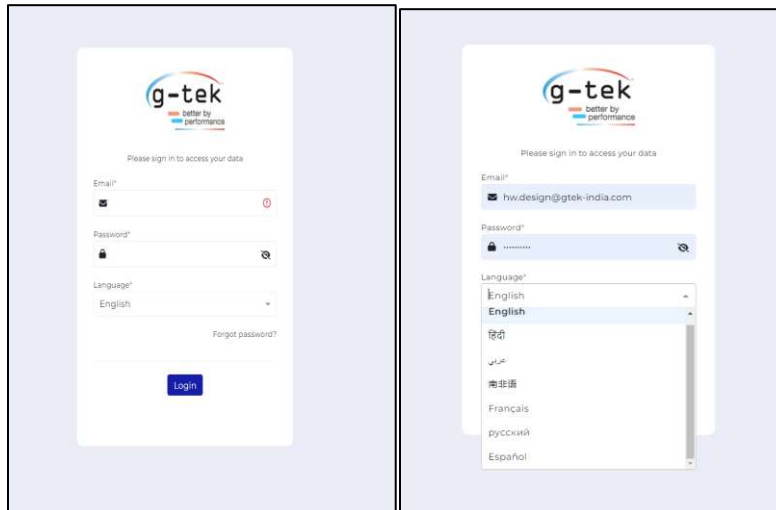

Figure 36 Page de connexion de l'application serveur EMS Cloud
- Ouvrez le "**EMS Cloud**" selon le lien et les informations d'identification de connexion partagées par le fabricant, comme indiqué dans la figure 36.